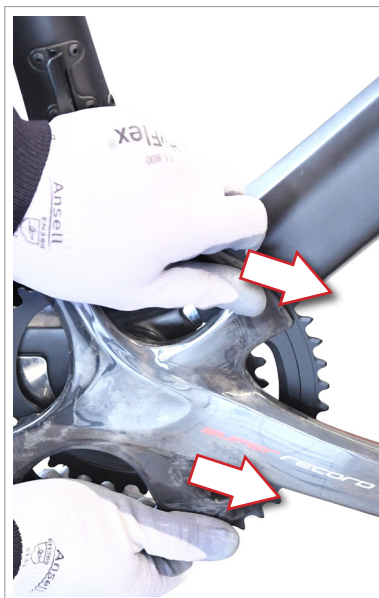

Fig.3
- Déplacez latéralement la manivelle droite comme pour l'extraire de la boîte de pédalier afin de vous assurer que le ressort a été positionné correctement et qu'il retient la manivelle (fig.3).